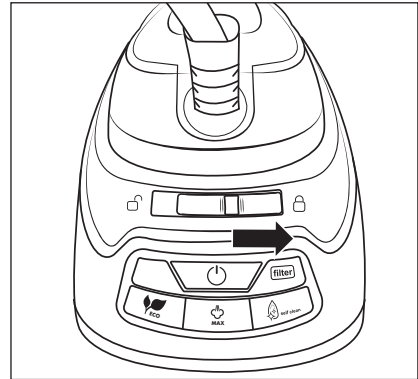

Fig. 8
- 4) Bloccare il ferro da stiro a vapore **1** spingendo l'interruttore di blocco **15** verso destra in direzione di  (bloccato) (vedere fig. 8).